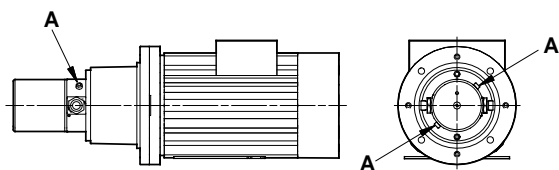

Fig. 4 Udluftningspropper
1. **Udluftning:** Før pumpen startes, skal udluftningspropperne "A" løsnes, se fig. 4. Når vandet begynder at løbe ude af hullerne, er pumpen fyldt med vand. Spænd propperne igen.